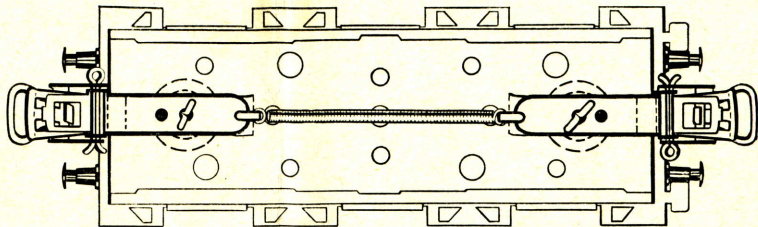

Fig. 3
5. Feder zwischen den beiden Kupplungen einhängen und Haken leicht zubiegen (Abb. 3).
5. Engage the spring between the two couplings and lightly bend over the hook (fig. 3).
- 5.º Entre los dos enganches tender el muelle y doblar ligeramente los ganchos (fig. 3).
5. Appendere la molletta fra i due ganci ripiegando leggermente l'uncino (Fig. 3).
5. Fjäder hänges in mellan de båda kopplen och hakar böjas något (bild 3).
5. Hæng fjedrene mellem begge koblingerne og bøj hagerne let (fig. 3).
5. Veer tussen de beide koppelingen aanbrengen en haakjes voorzichtig dichtbuigen (fig. 3).